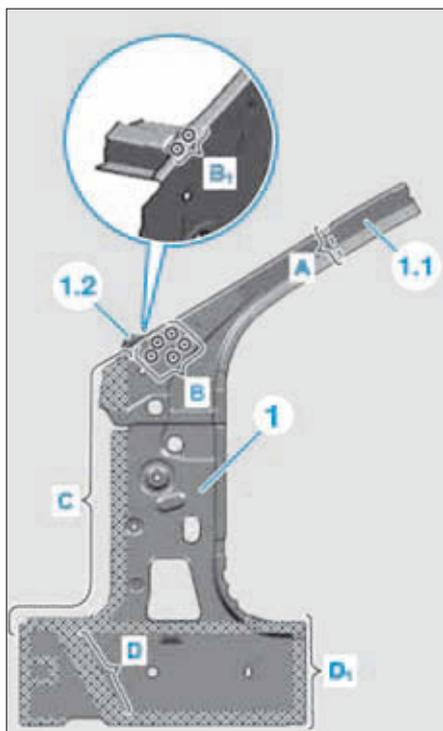

FIG. 60
- Poncer au nu du métal les zones quadrillées des surfaces de raccordement sur le renfort du montant A (1) et (2).
- Tracer puis découper sur la partie intérieure du montant A (1) dans la zone (A) (Fig.60).
- Fraiser les points de soudure et l'assemblage soudé sur la partie intérieure du montant A (1) dans les zones (B et B 1).